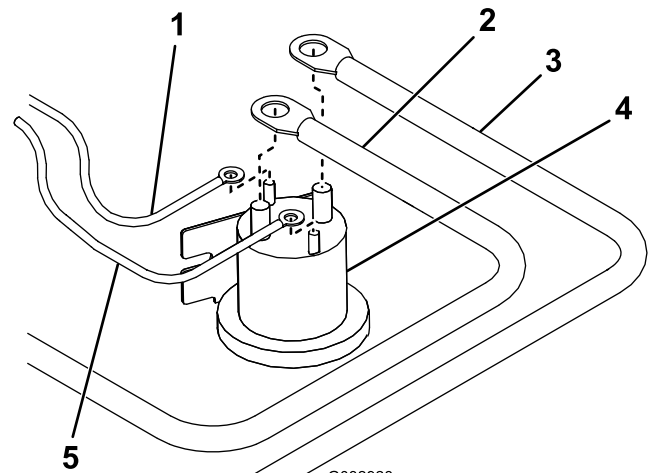

Figura 2
- Conecte el cable blanco/negro del arnés de cables al borne pequeño del solenoide de la bomba (Figura 2).
- Conecte el cable marrón del arnés de cables al otro borne pequeño del solenoide de la bomba (Figura 2).
- Conecte el cable rojo de corriente/masa al borne grande del solenoide de bomba (Figura 2).
- Conecte el cable de la batería al otro borne grande del solenoide de la bomba (Figura 2).